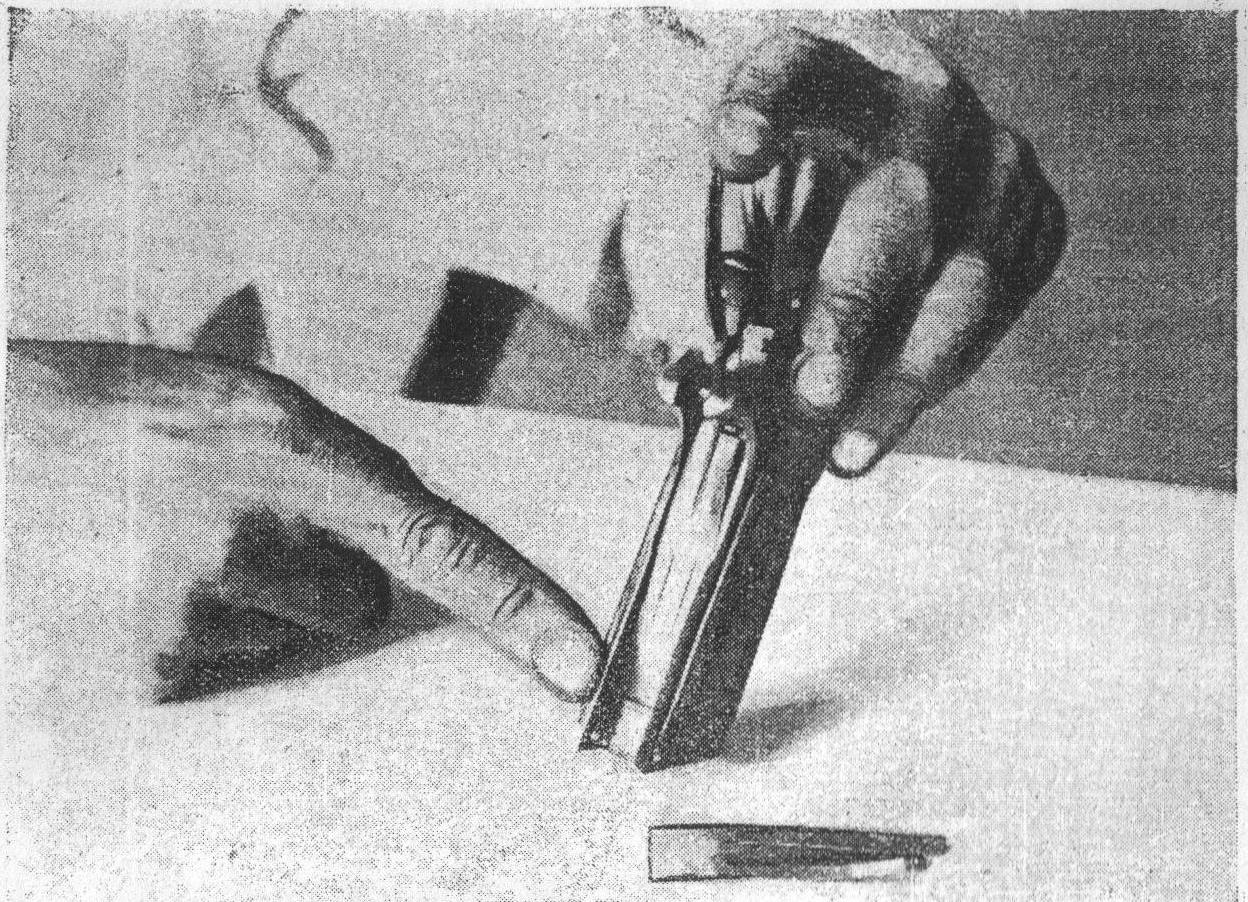

Рис. 19.
15. Вынуть спусковую пружину, потянув за короткую ее ветвь (рис. 19).
7. Вставить спусковую пружину, наблюдая, чтобы нижний загиб вошел в щель задней стенки рукоятки остива пистолета (рис. 19).